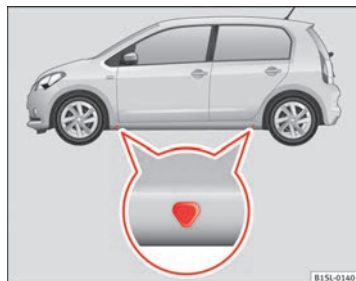

Fig. 138 Pontos de apoio do macaco.
O macaco só pode ser aplicado nos pontos de recepção indicados (marcas da carroçaria) ⇒ Fig. 138. Utilize em cada caso o ponto de apoio respectivo da roda a substituir ⇒ .
5. Procure debaixo do veículo o ponto de apoio para o macaco ⇒ Fig. 138 mais próximo da roda que pretende substituir.